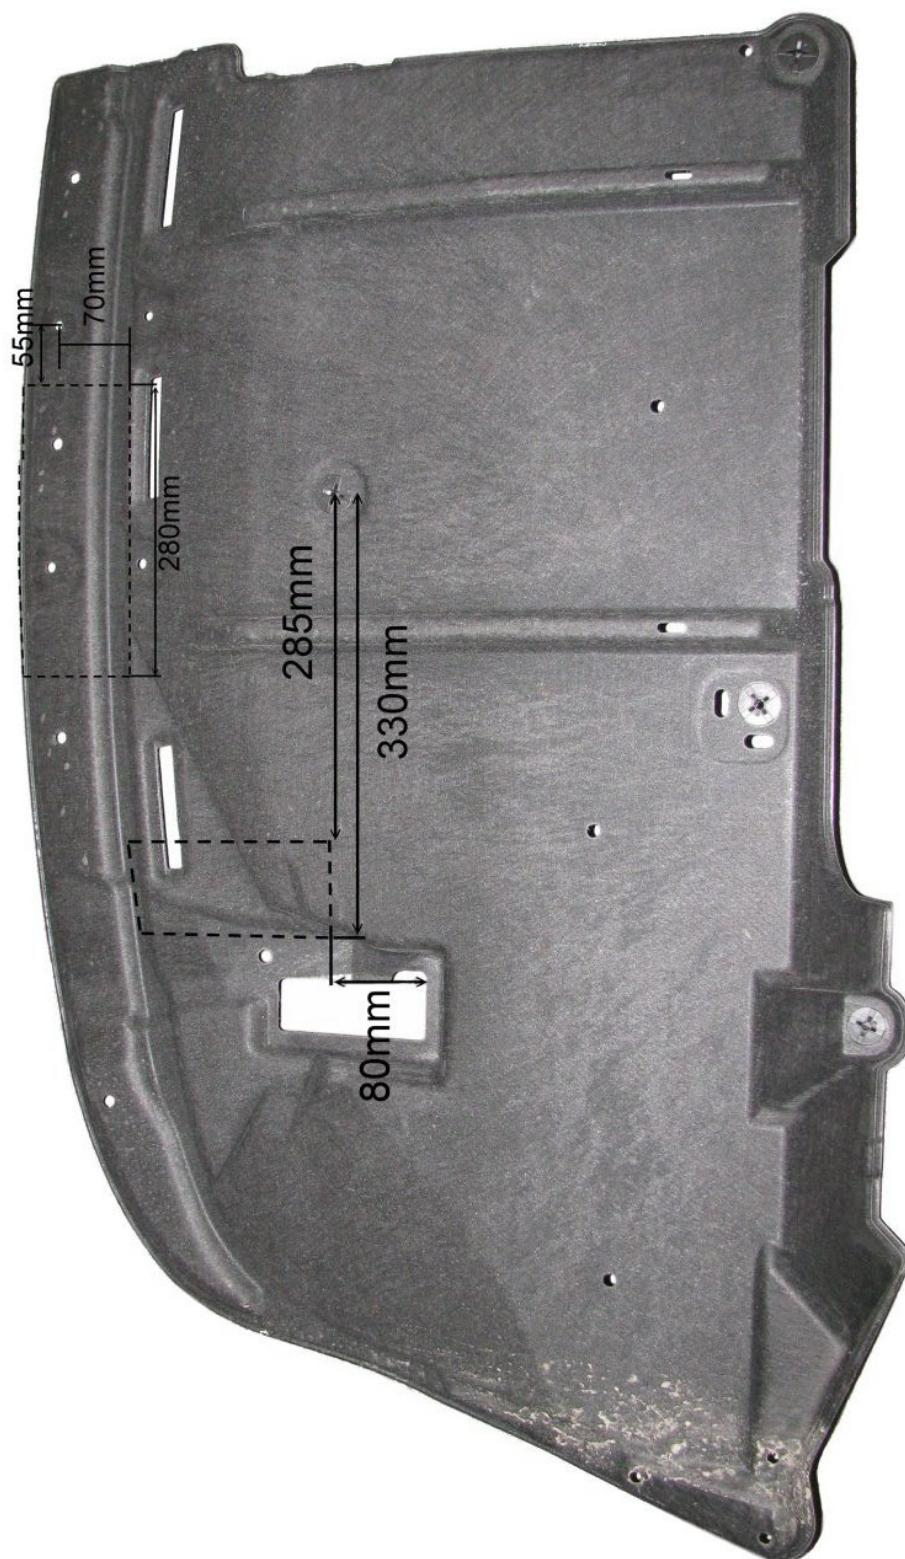

Fig. 1
2. Positioneer de monterplaten (ref. 1) links en (ref. 2) rechts met de punten (A) tegen de onderzijde van de chassisbalk op de van schroefdraad voorziene boringen, breng de bouten in en schroef deze handvast.
3. Plaats de trekhaak met de punten (B) tussen de beide monterplaten en breng de bouten in, schroef alles degelijk vast (zie aanhaalmomenten).
5. Maak in de afschermpaat een insnijding volgens (fig.1), montere de afschermpaat en hitteschild terug op het voertuig.
2. Installer les plaque de montage (1) à gauche et (2) à droite avec (A) contre le côté inférieur de la poutre de châssis sur les forage prévus filetés, insérer les boulons sans serrer.
3. Installer l'attelage avec (B) entre les deux plaques de montage et insérer les boulons et bien visser le tout (cf. couples de serrage).
5. Faire une découpe dans la plaque de protection selon (fig.1), remonter la plaque de protection et la plaque thermique sur le véhicule.
2. Install the assembly plates (1) at the left and (2) at the right with (A) against the bottom of the chassis beam on the provided screw-thread holes, insert the bolts without tightening.
3. Install the two bar with (B) between both the assembly plates and insert the bolts, do tighten everything firmly (see tension).
5. Make an incision in the protection plate according to fig.1, reassemble the protection plate and the heat shield on the vehicle.
2. Die Montageplatten (1) links und (2) rechts mit den Punkten (A) gegen die Unterseite vom Chassisträger auf die vorhandenen Bohrungen setzen, die Bolzen einbringen und alles handfest verschrauben.
3. Die Anhängerkupplung mit den Punkten (B) zwischen die beiden Montageplatten setzen und die Bolzen einbringen und alles entsprechend der Drehmomentenvorgabe festziehen.
5. In der Abschirmplatte laut Abb. 1 einen Ausschnitt machen, die Abschirmplatte und das Wärmeschild am Fahrzeug wieder montieren.